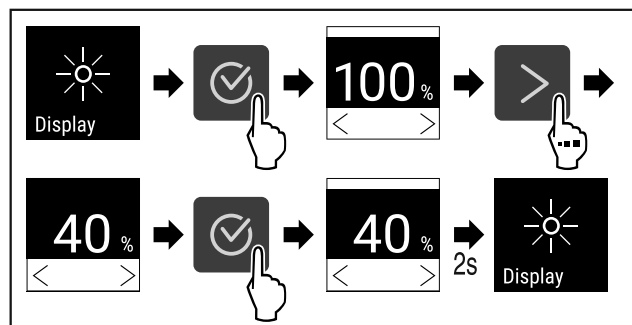

Fig. 81
- ▶ Eseguire i passaggi (vedere Fig. 81).